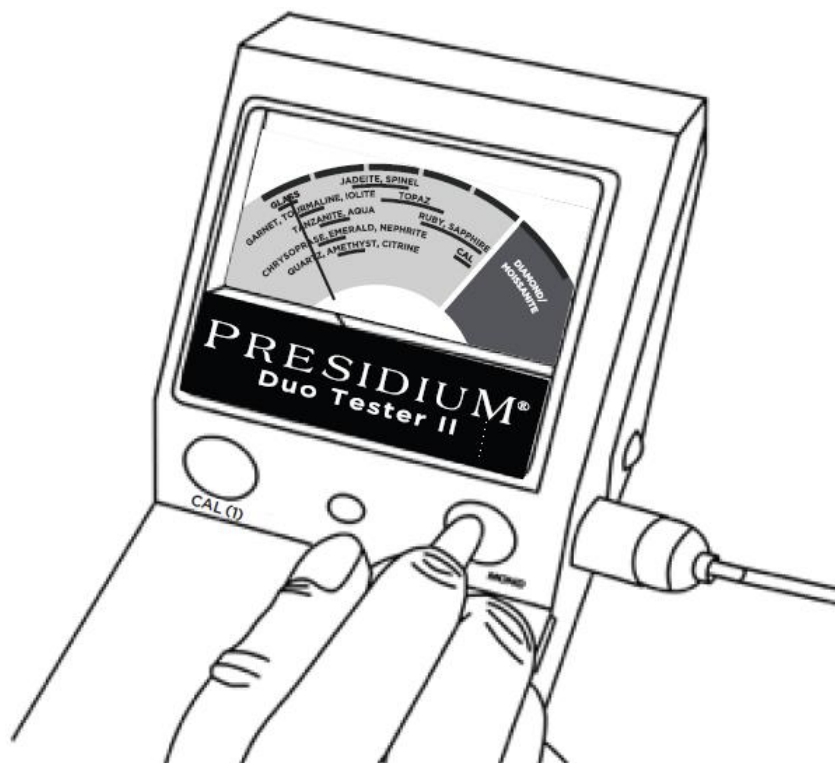

Рис. 1.4
- Прижмите наконечник щупа к диску-имитатору GLASS, который расположен справа от индикаторной лампочки (Рис. 1.4). Приложите достаточно усилия, чтобы выступающий наконечник полностью вошел внутрь корпуса щупа-ручки. Стрелка-индикатор отклонится и остановится на красной полоске (желательно в центре ее), над которой находится надпись GLASS через 2-3 секунды